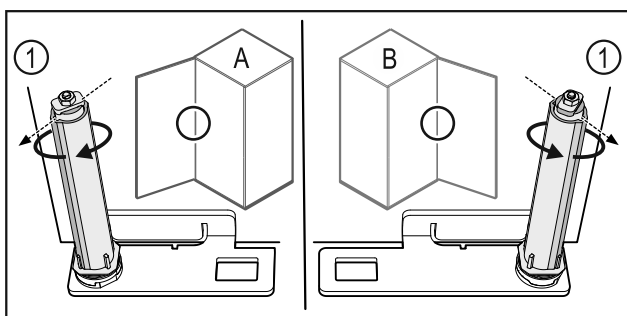

Fig. 51 Butée à gauche (A) / butée à droite (B)
- Tourner le système de fermeture contre la résistance jusqu'à ce que son arête Fig. 51 (1) pointe vers l'extérieur.